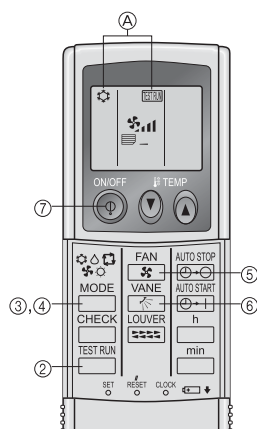

Fig. 7-7
7.2.2. Использование беспроводного пульта дистанционного управления (Fig. 7-7)
- ① Включите питание блока по крайней мере за 12 часов до начала испытаний.
- ② Дважды нажмите кнопку TEST RUN.